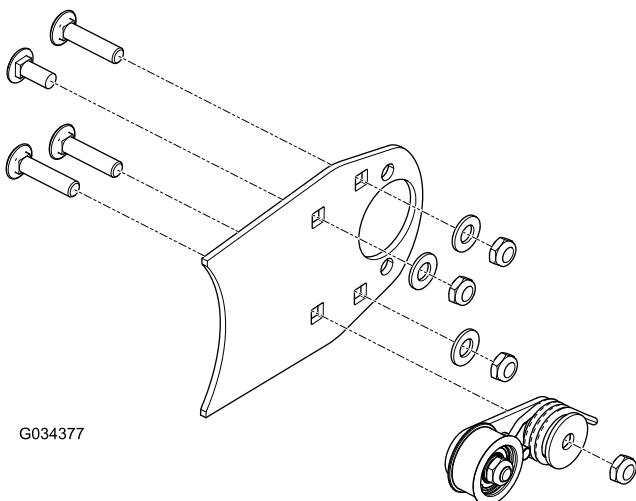

Figura 5
1. Instale el conjunto tensor existente en la placa de cepillo nueva (Figura 5).